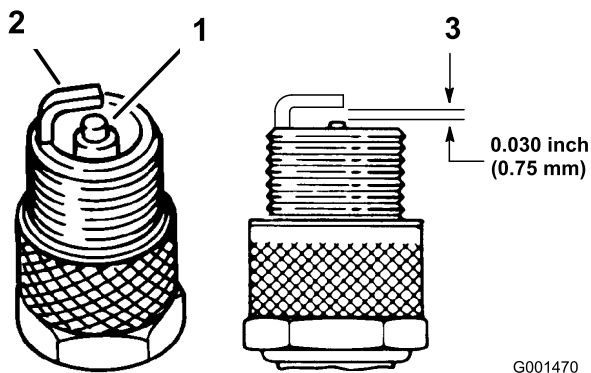

图22
1. 查看火花塞的中心 (图22)。如果您看到绝缘体上有浅棕色或浅灰色涂层、说明发动机运行正常。如果绝缘体上的涂层是黑色的、通常意味着空气滤清器已变脏。
2. 检查中心电极与侧电极之间的空隙 (图22)。如果空隙不正确、请弯转侧电极 (图22)。
3. 将电线连接到火花塞上 (图22)。